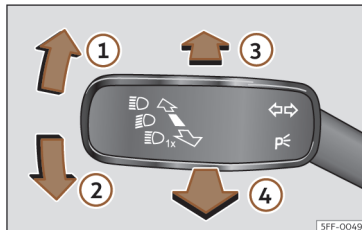

**Fig. 107** Manípulo dos indicadores de direção e dos máximos (conforme versões).
- A partir da posição base, pressione para a frente o manípulo dos indicadores de direção e de máximos >>> **Fig. 107 ③**.
- **OU:** se o assistente de máximos estiver ligado, puxe para trás o manípulo dos indicadores de direção e de máximos >>> **Fig. 107 ④**.